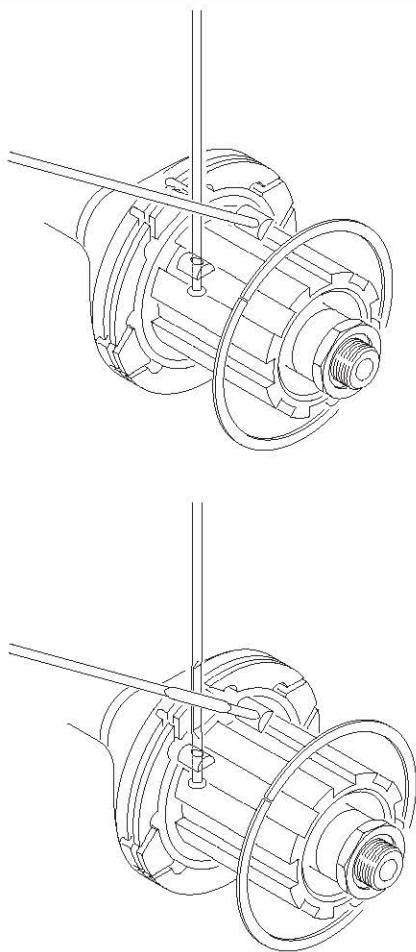

Fig. 49
- Inserite i barilotti nelle apposite sedi del mozzo tenendo il lato di maggior spessore orientato verso l'interno del mozzo (Fig. 49).
- Insert the barrels in their seats in the hub, with the thicker end towards the inside of the hub (Fig. 49).
- Die Speiche in Längsrichtung in die dafür vorgesehene Aufnahme der Nabe einsetzen (Abb. 49).
- Introduisez les barilletes dans les logements appropriés du moyeu en maintenant le côté de plus grosse épaisseur tourné vers l'intérieur du moyeu (Fig. 49).
- Introducir los barilletes en los correspondientes asientos del buje, con el lado de mayor espesor girado hacia el interior del buje (Fig. 49).
- Plaats de houders in het velgmet met het dikste eind tegenover de binnenkant van de naaf (Fig. 49).